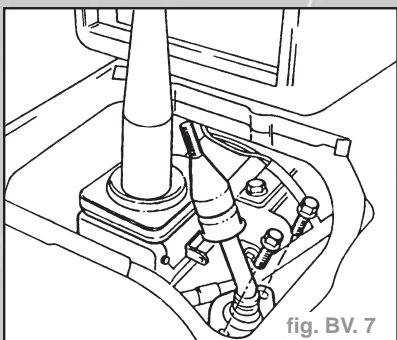

fig. BV. 7
- Dévisser les deux vis et ôter le sélecteur de la boîte de transfert (fig. BV. 7).